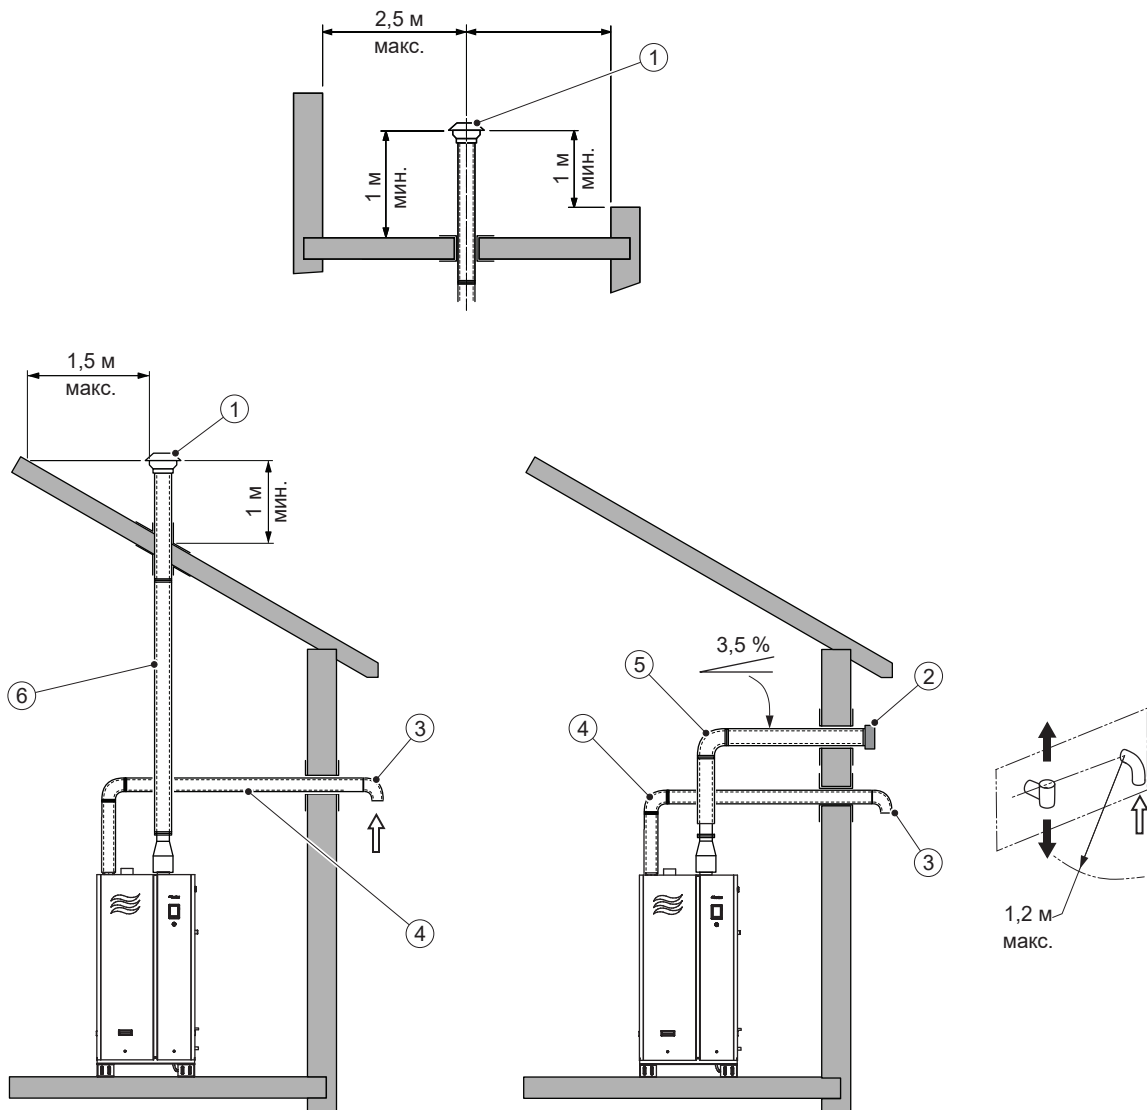
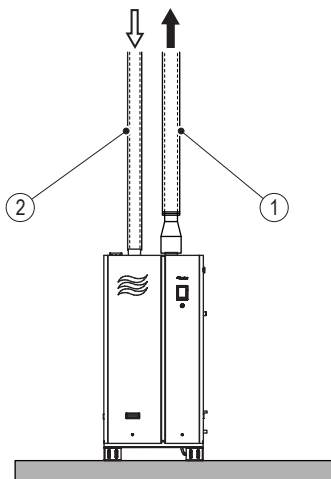
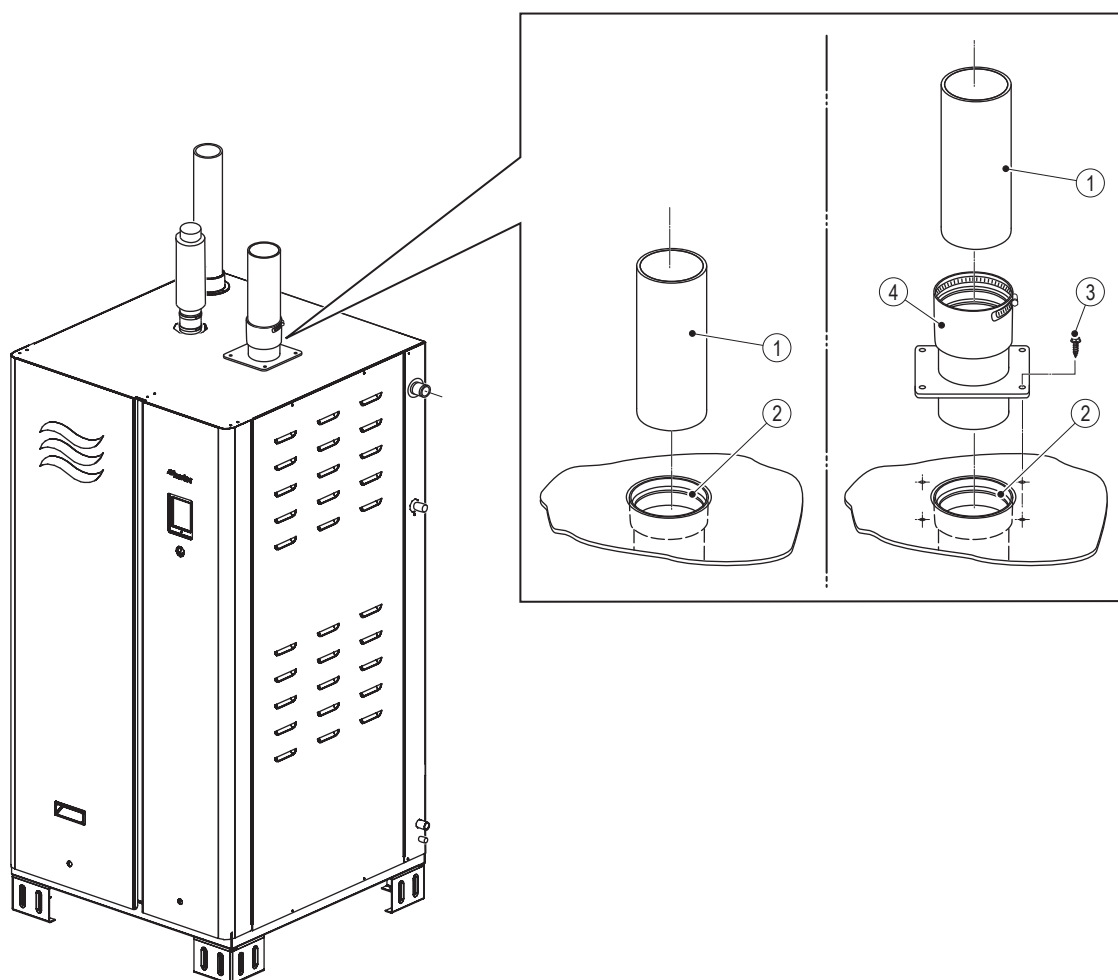

Рис. 18: Монтаж закрытого типа выхлопного воздуховода по классу C53
Рис. 19: Монтаж закрытого типа выхлопного и заборного воздухопроводов по классу С6
Рис. 20: Монтаж выхлопного воздуховода
На рис. 16, стр. 44, рис. 17, стр. 44, рис. 18, стр. 45 и рис. 19, стр. 48 показаны основные типы монтажа воздухопроводов. Также необходимо соблюдать требования действующих норм и правил.
- Выхлопной воздуховод присоединяется к выхлопному патрубку увлажнителя как показано на рис. 20, стр. 49. См. также рис. 19, стр. 48.
- Заборный воздуховод присоединяется к соответствующему патрубку увлажнителя как показано в разделе 5.8.2, стр. 39. См. также рис. 19, стр. 48.
В выхлопном патрубке установлены внутренние прокладки, поэтому использование дополнительного герметика не требуется; см. рис. 20. Иногда может потребоваться использование переходника (в комплект поставки не входит).
Для подключения выхлопного воздуховода сначала необходимо вставить выхлопной патрубком переходник и прикрепить его к верхней панели 4-мя винтами (входят в комплект поставки); см. рис. 20. Затем следует до конца вставить в переходник выхлопной воздуховод и закрепить его хомутом, установленным на переходнике. Использование герметика не требуется.
- пластиковый воздуховод необходимо присоединять непосредственно к выхлопному патрубку увлажнителя; см. рис. 20, стр. 49;